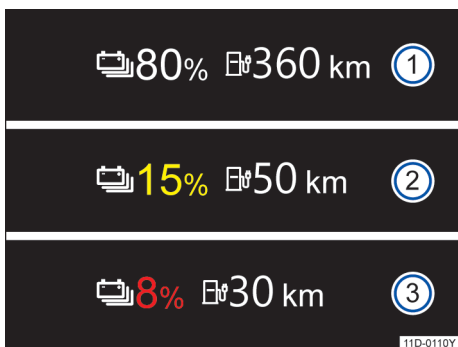

图 9 在数字组合仪表中：续驶里程和剩余电量显示
关于仪表的解释 → 图 9：
通过数字组合仪表中的符号 和一个白色的百分比数显示高压电池的当前电量 → 图 9 ①。
根据设置，车辆的续驶里程以公里 (km) 为单位 → 图 9。
如果达到高压电池的剩余电量区域，将显示符号 和一个彩色的百分比数 → 图 9 ②、③ → 。